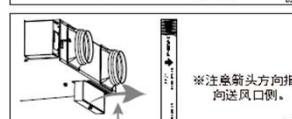

图3
- ③沿箭头C指示方向取出PM2.5标准过滤网。(图3)
③安装全新PM2.5加强过滤网。(图3)